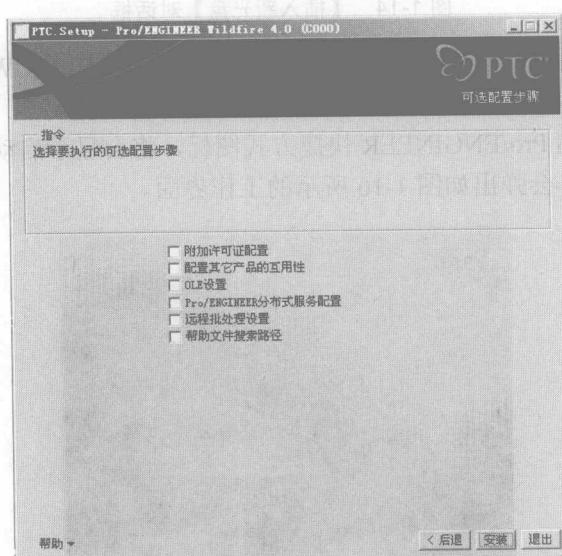

图 1-12 可选配置步骤对话框
- (8) 单击【下一个】按钮弹出可选配置步骤对话框，用户可以根据需要选中相应的复选框进行安装，如图 1-12 所示。